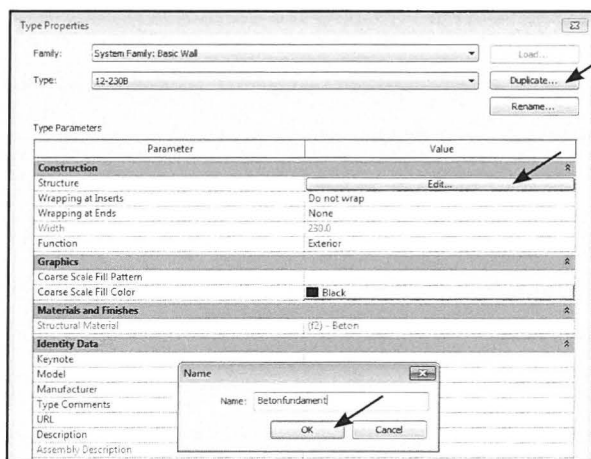

Fig. 14.05. Tag en kopi af denne væg, ved at klikke på *Duplicate*.
- Klik på *Duplicate* (Fig. 14.05).
- Navngiv Betonfundament (Fig. 14.05).
- Tryk *Edit* ud for *Structure* (Fig. 14.05) for at se lagene for væggen.